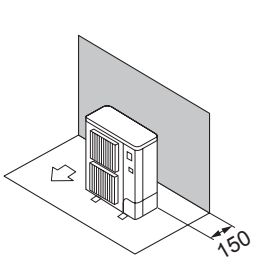

Fig. 2-7
- ① Obstacles uniquement à l'arrière (Fig. 2-7)